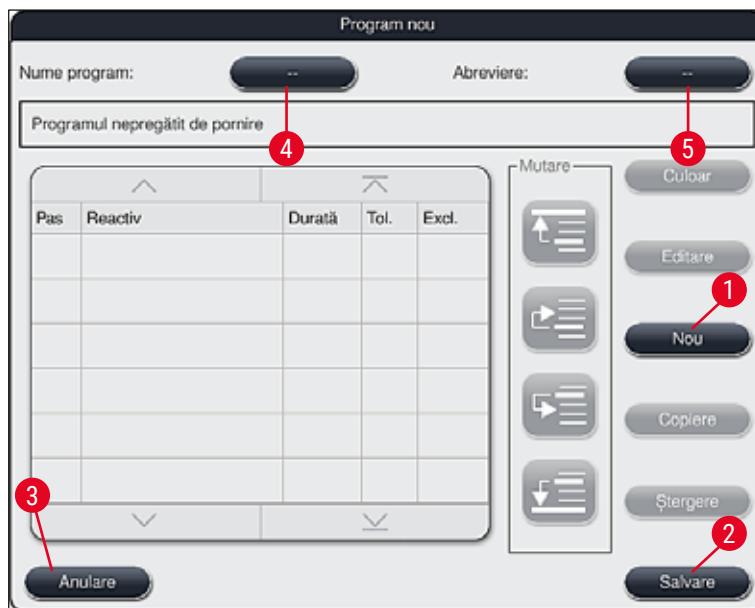

Fig. 46
- Se deschide o nouă fereastră de program (→ "Fig. 46").
- Se deschide fereastra de introducere (→ "Fig. 46") pentru program nou de creat.